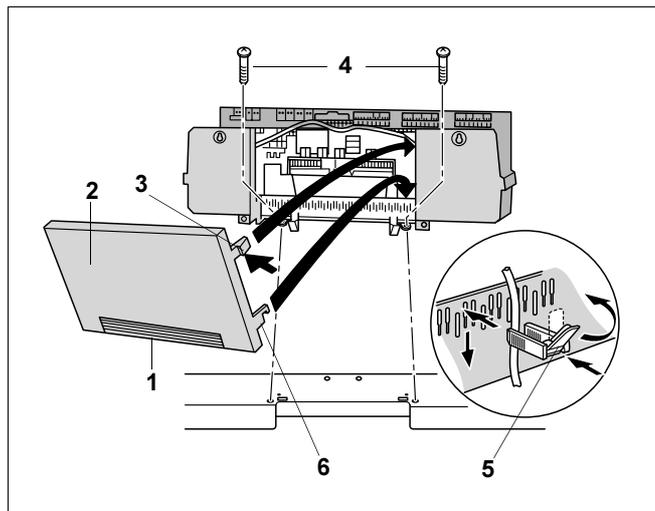

Fig. 15 Togliere la parete posteriore
- Avvitare la basetta dell'apparecchio di regolazione all'interno a destra e sinistra del passaggio cavi con 2 viti autofilettanti (fig. 15, **pos. 4**), sulla copertura anteriore della caldaia.
In caso di bisogno, staccare risp. tagliare la parte rimovibile (fig. 15, **pos. 1**) della parete posteriore (fig. 15, **pos. 2**) dell'apparecchio di regolazione.
- Inserire le fascette fermacavo, con cavo di collegamento inserito, nell'apposito listello di cablaggio e fissare il cavo girando la levetta di bloccaggio (fig. 15, **pos. 5**).
- Inserire entrambi i ganci inferiori (fig. 15, **pos. 6**) a destra e sinistra della parete posteriore (fig. 15, **pos. 2**) con l'intaglio nello spigolo superiore del listello di cablaggio.
- Premere entrambi i ganci elastici superiori (fig. 15, **pos. 3**) leggermente verso l'interno (freccia) ed appoggiare la parete posteriore (fig. 15, **pos. 2**), in modo che entrambi i ganci scattino in posizione.